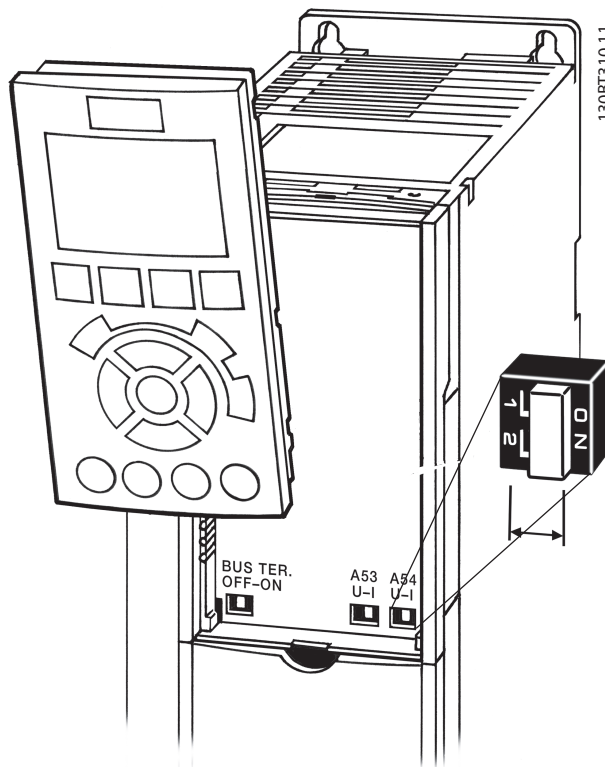

Bild 2.34 Placering av switcharna för plint 53 och 54
- Switcharna blir tillgängliga när LCP:n har tagits bort (se Bild 2.34).